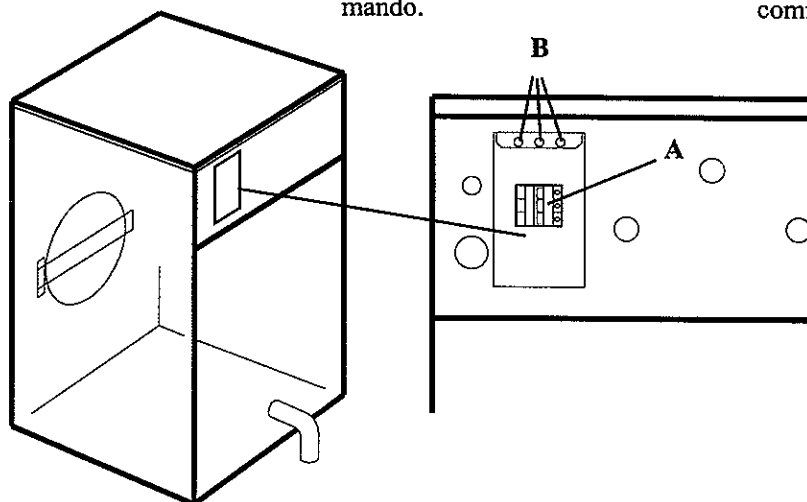

fig. 4
3Ph Machines -> only models **L1050, L1075, L1125, H1055** E heating, and **1Ph Machines** -> models **L1030** and **L1050**: Located inside the terminal block (**fig. 4/A**), at the rear of machine.
- Control circuit fuses. Located inside the terminal block (**fig. 4/B**), at the rear of the machine.
Máquinas 3Ph -> solo modelos **L1050, L1075, L1125, H1055** calefacción E. y **Máquinas 1Ph** -> modelos **L1030** y **L1050**: Situado en el interior de la caja de bornes (**fig. 4/A**), en la parte posterior de la máquina.
- Fusibles del circuito de mando. Situados en el interior de la caja de bornes (**fig. 4/B**), en la parte posterior de la máquina.
Machines 3Ph -> seulement mod. **L1050, L1075, L1125, H1055** chauffage E et **Machines 1Ph** -> modèles **L1030** et **L1050**: Placé à l'intérieur du boîtier de bornes (**fig. 4/A**), à l'arrière de la machine.
- Les fusibles du circuit de commande. Placés à l'intérieur du bornier (**fig. 4/B**), à l'arrière de la machine.